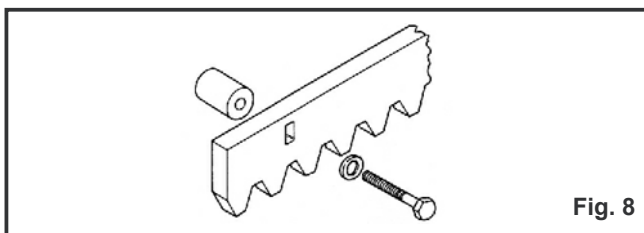

Fig. 8
3.4.2. CREMAGLIERA DI ACCIAIO AD AVVITARE (fig. 8)